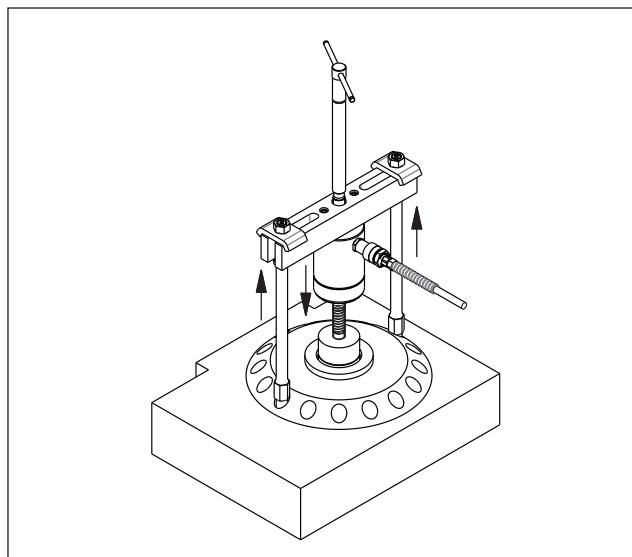

図10: クロスベアリングブーラー (一般的)
- ペアリング、ブーリーまたはその他の取り外すアイテムにブーラーを取り付けます。ブーラーのレッグを調整します。図10を参照してください。